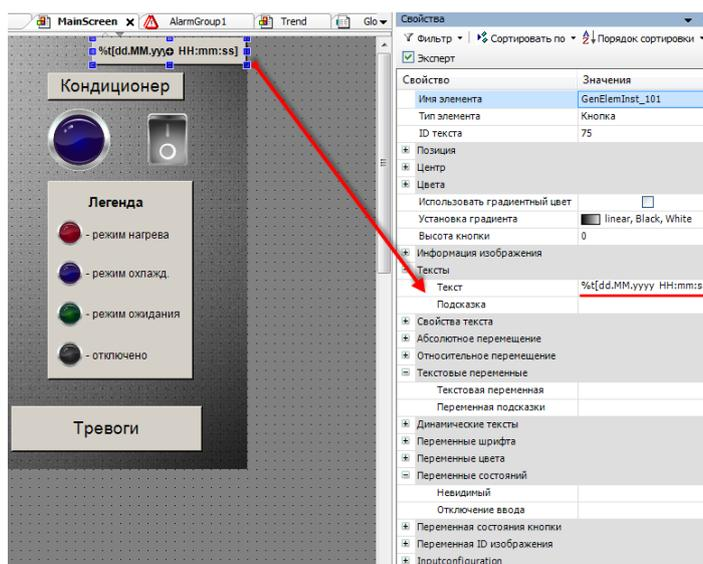

Рис. 7.116. Настройки вывода системного времени
***Настроим вывод системного времени на всех трех экранах проекта (см. рис. 7.116).***